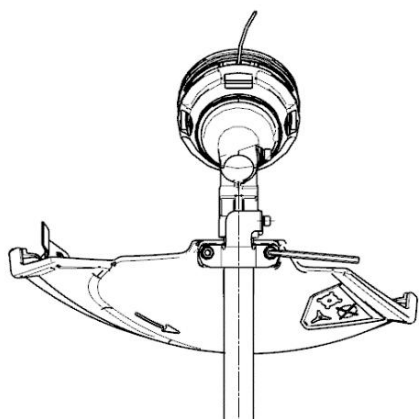

Fig.6
1. Soulevez la tête de coupe et orientez-la vers le bas ; alignez les deux trous de montage du protecteur avec les deux trous d'assemblage de la base du tube. Assurez-vous que la surface interne de la protection est tournée vers la tête de coupe, utilisez la clé Allen #2 fournie pour verrouiller les boulons de protection en place (Fig. 6).